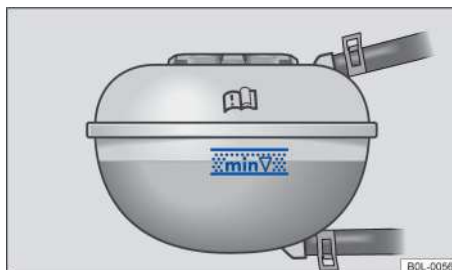

Рисунок 137. В моторном отсеке: маркировка расширительного бачка охлаждающей жидкости двигателя (схематичное изображение) ▶
- Когда двигатель холодный, проверьте, находится ли уровень охлаждающей жидкости в пределах метки уровня на боковой стороне расширительного бачка охлаждающей жидкости → Рисунок 137.
- Обязательно заливайте новую охлаждающую жидкость в соответствии с положениями Компании → Стр. 138 → ①.
- Уровень охлаждающей жидкости двигателя должен находиться в пределах отмеченной зоны расширительного бачка охлаждающей жидкости двигателя → Рисунок 137. **Не добавляйте больше, чем верхний предел отмеченной области** → ①.